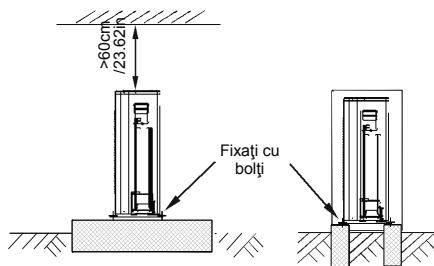

Fig. 6-15
- Realizați o fundație de beton conform specificațiilor unităților de exterior. (Consultați Fig. 6-15)
- Fixați picioarele acestui aparat ferm cu bolți pentru a preveni căderea în caz de cutremur sau vânt puternic. (Consultați Fig. 6-15)